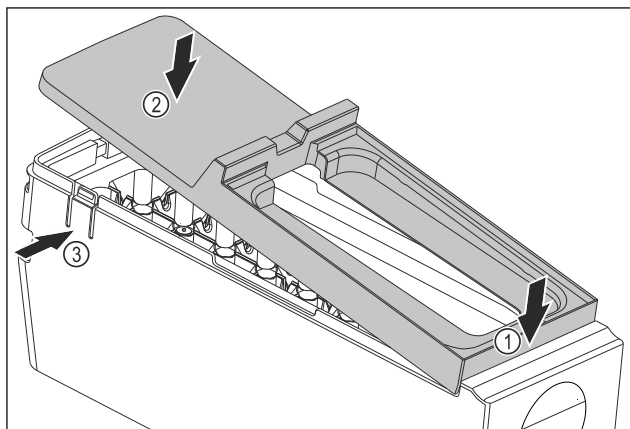

Fig. 215
- Смонтируйте крышку корпуса EasyTwist-Ice: Установите крышку спереди. Fig. 215 (1)
- Опустите крышку сзади. Fig. 215 (2)
- Крышка со щелчком фиксируется в накладках Fig. 215 (3).